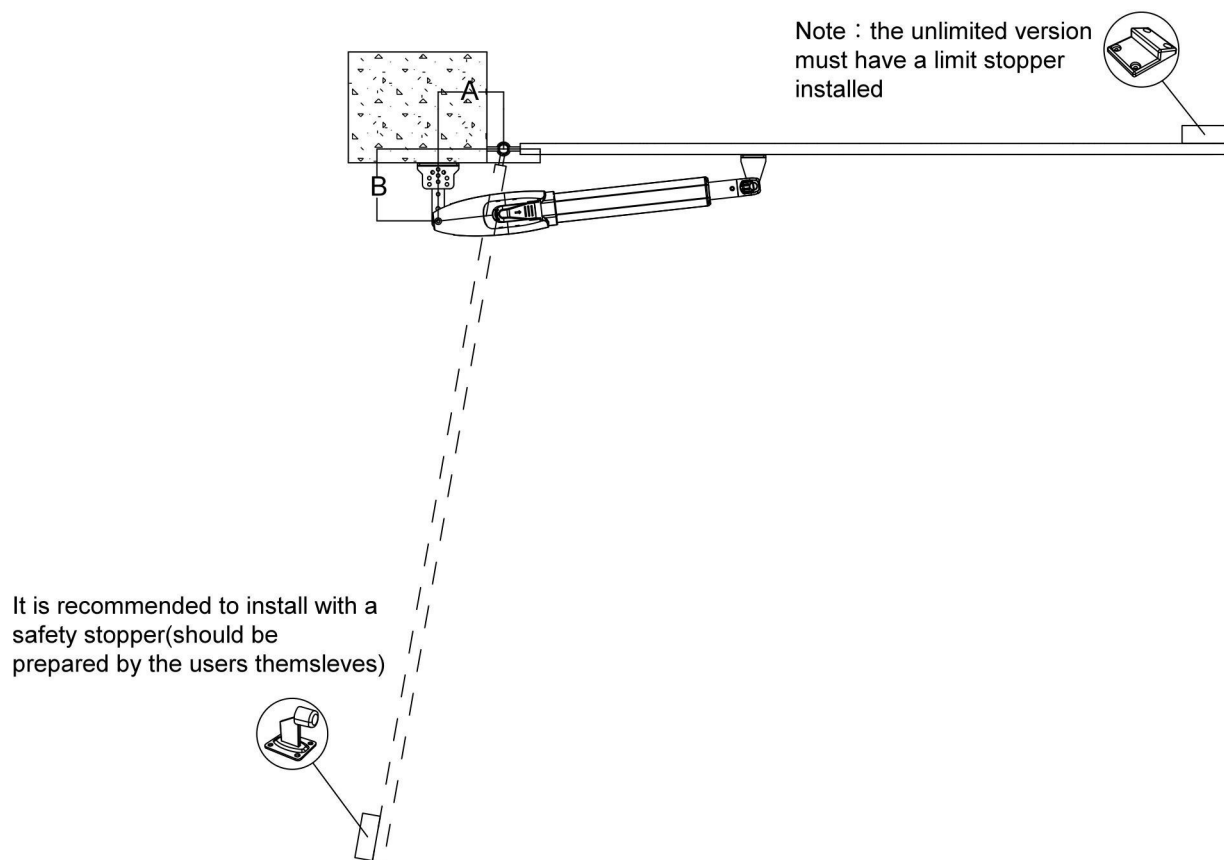
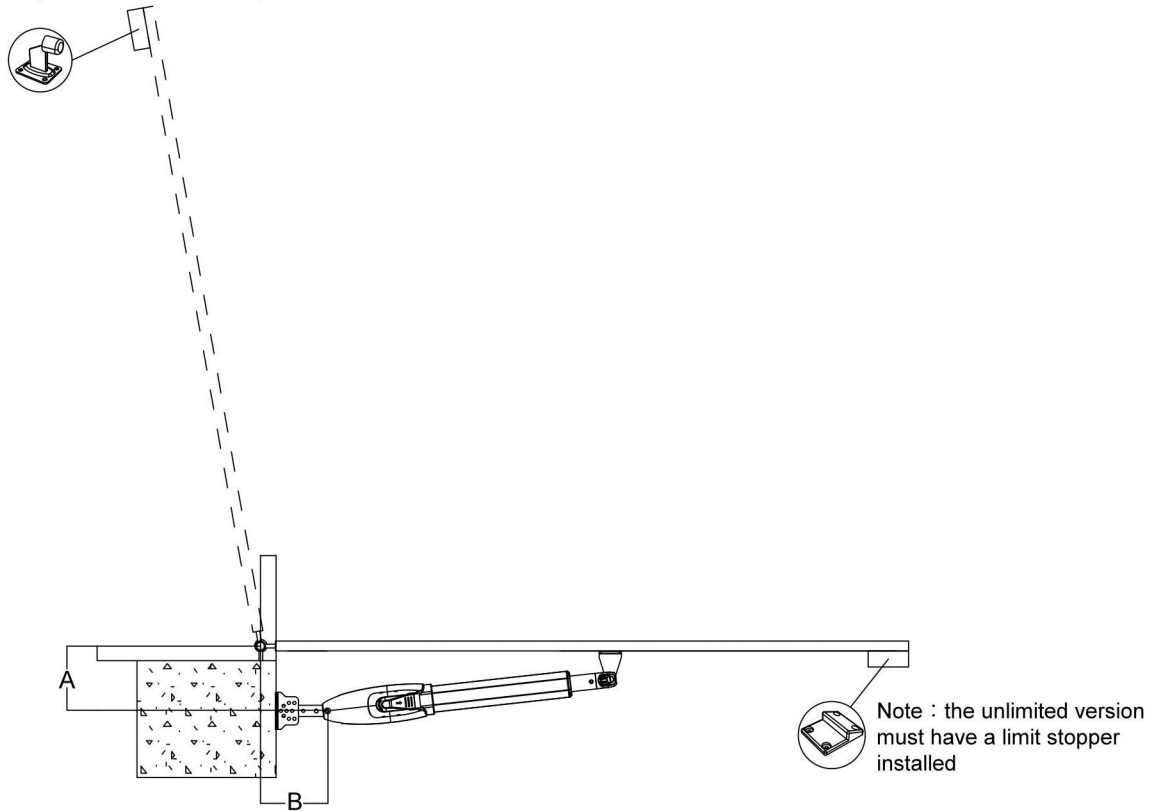

Figure 2
figure 3
- Pour assurer la sécurité et protéger les machines, veuillez installer une butée de portail en position limite d'ouverture lorsque le portail s'ouvre vers l'extérieur pour empêcher le portail de dépasser sa course. Pendant ce temps, pour permettre aux 2 balançoires de se fermer jusqu'à leur position limite précise, veuillez installer une butée de limite en position limite fermée (comme indiqué sur la figure 3). De même, lorsque le portail s'ouvre vers l'intérieur, veuillez installer une butée en position limite fermée (comme indiqué sur la figure 2).